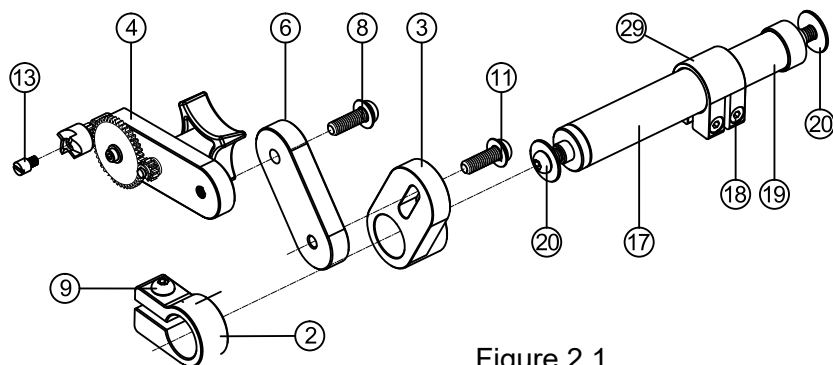
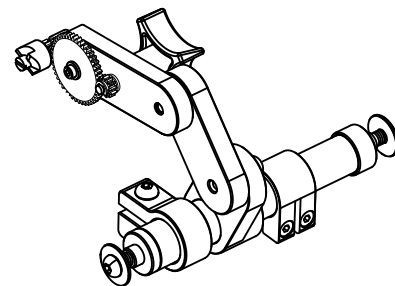

Figure 2.1
Figure 2.2
1. Utiliser un tournevis à tête plate (SL4) pour installer le boulon pilote de IS Ø5.9 ⑬ sur le corps principal ④ pour le positionnement.
2. Comme montré dans la Figure 2.1, assembler les pièces connexes dans l'ordre pour former l'assemblage présenté dans la Figure 2.2.